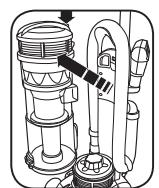

Fig. 5
- Débranchez l'aspirateur. Appuyez sur le bouton de relâchement du réservoir à poussières pour l'extraire de l'aspirateur (Fig. 5).